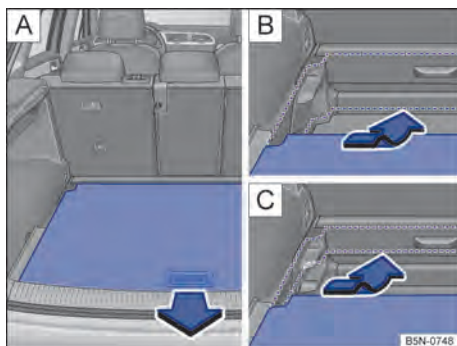

Fig. 178 No compartimento de bagagem: ajustar a altura do assoalho do compartimento de bagagem.
- Levantar o assoalho do compartimento de bagagem e puxar para trás tirando dos guias nos lados do compartimento de bagagem → Fig. 178 [A].
- Colocar o assoalho do compartimento de bagagem nas guias da altura desejada e puxar para frente até o batente → Fig. 178 [B], [C].
❶ NOTA